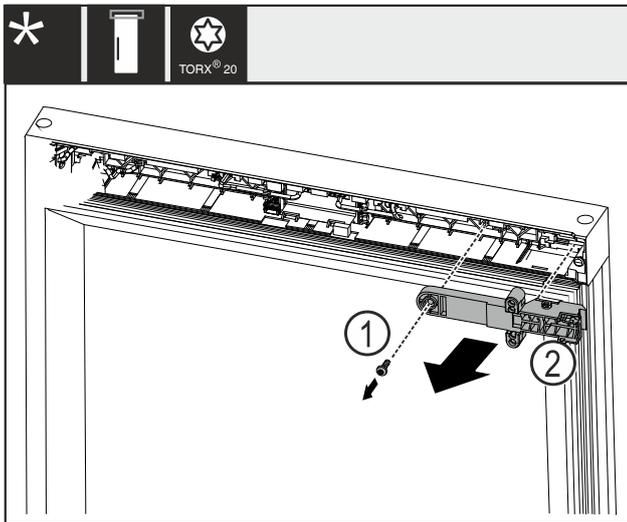

Fig. 21
- ▶ Schraube Fig. 21 (1) entfernen.
- ▶ Schloss-Halteteil Fig. 21 (2) abnehmen.